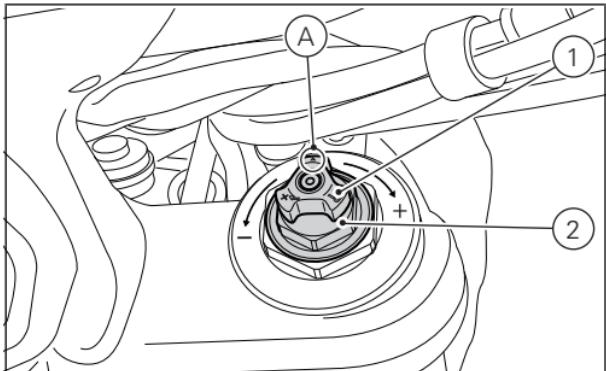

図 118
- 1) リバウンドダンピング調整（図 118）
- 2) スプリングプリロード調整（図 118）
各レッグのスプリングプリロードを調整するには、すべて開いた位置から六角形のアジャスター(2、図 118)を 22 mm の六角レンチで回転させます（時計回り）。
基準位置（A、図 118）から時計回りに 1 回転がスプリングプリロード 1 mm に相当し、最大値 15 mm は 15 回転に相当します。